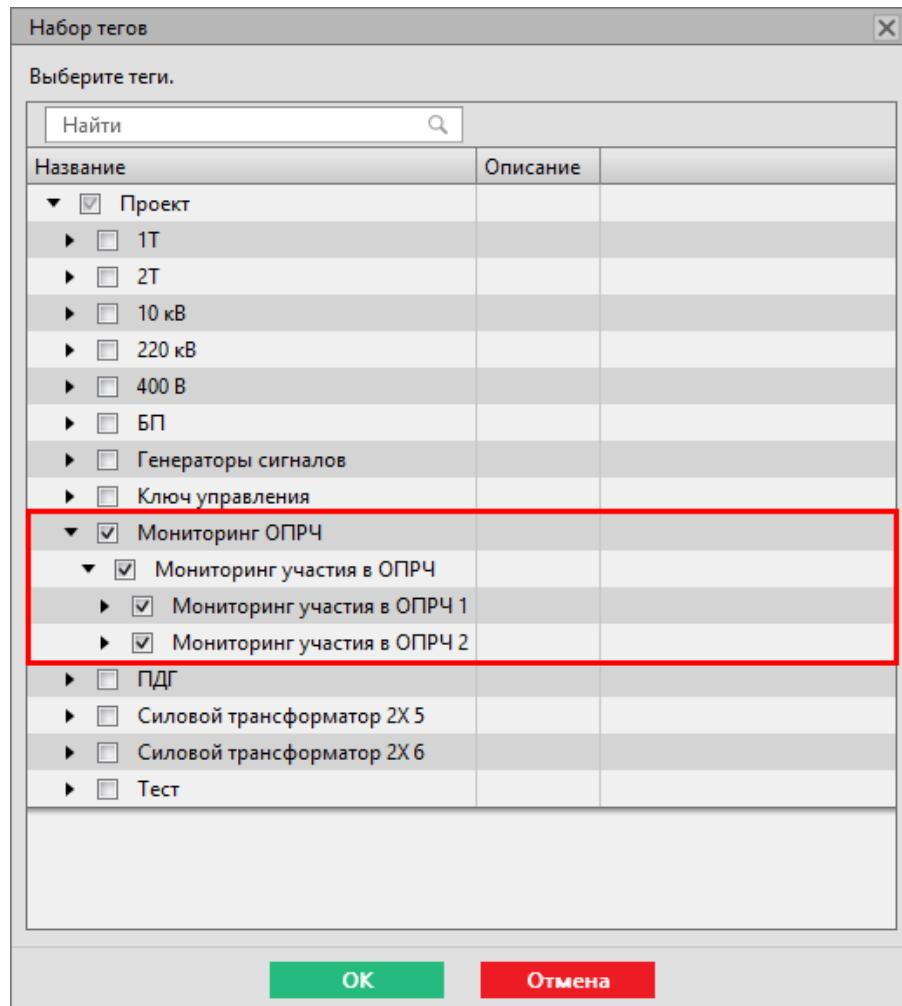

Рисунок 340 - Выбор тегов для политики архивирования
5. Нажмите двойным щелчком **ЛКМ** по политике архивирования, созданной для мониторинга ОПРЧ в п.3. Выберите теги мониторинга ОПРЧ и нажмите **OK** (Рисунок 340).